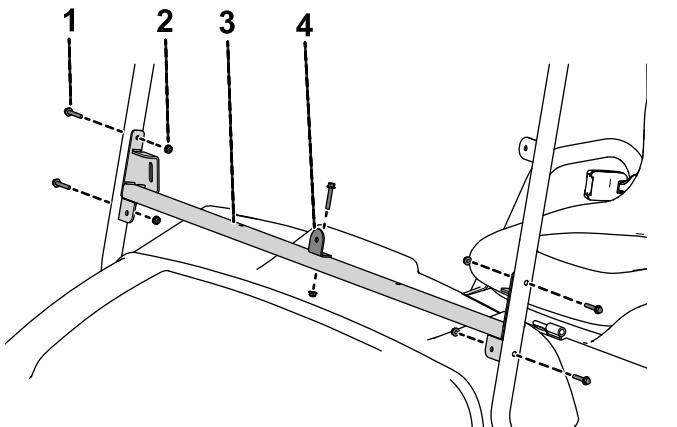

Figura 61
- Utilizzate 1 bullone flangiato a testa esagonale (1/4" x 1 1/2") e 1 dado (1/4") per fissare la staffa del parabrezza al gruppo supporto del parabrezza (Figura 61).
- Utilizzate 4 bulloni flangiati a testa esagonale (1/4" x 1 1/2") e 4 dadi (1/4") per fissare il gruppo supporto del parabrezza ai supporti destro e sinistro del parabrezza (Figura 61).